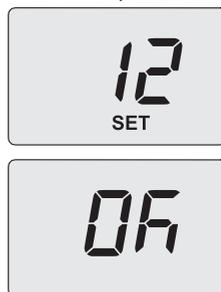

Figura 5.44
- Utilizzando i tasti 12 o 13 è possibile modificare il valore del parametro 11 da **00=0s** a **100=500s** (ogni aumento o diminuzione di una unità sul display corrisponde a 5 secondi). Es. 12=60 secondi. Sul display compare la scritta **"SET"** (Figura 5.44).
- Premendo il tasto 14 (Figura 5.41) si ottiene la conferma del valore inserito. Sul display appare per 3 sec. la scritta **"Ok"** (Figura 5.44), per poi visualizzare la lista dei parametri.